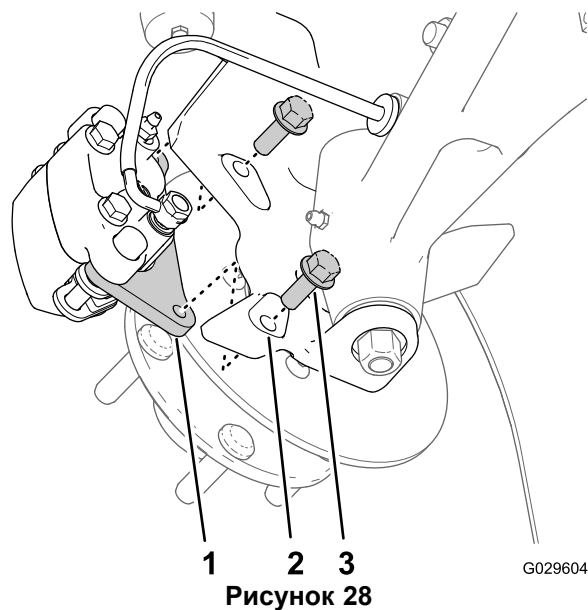
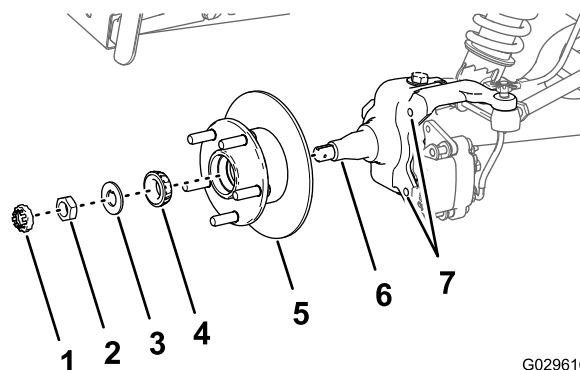

Рисунок 28
Рисунок 32
3. Выверните болты с фланцевыми головками (3/8 x 1 дюйм), которые крепят кронштейн тормоза в сборе к шпинделю, и отделите тормоз от шпинделя (Рисунок 28).
1. Нанесите тонкий слой консистентной смазки указанного типа на шпиндель (Рисунок 32).
2. Установите ступицу и ротор на шпиндель так, чтобы ротор был внутри (Рисунок 32).
3. Установите наружный подшипник на шпиндель и в наружное кольцо (Рисунок 32).
4. Установите стопорную шайбу на шпиндель (Рисунок 32).
5. Наверните гайку шпинделя на шпиндель и затяните гайку, поворачивая ступицу (Рисунок 32).
2. Совместите тормозные колодки с обеих сторон ротора (Рисунок 28) и отверстия в кронштейне суппорта с отверстиями в креплении тормоза на шпиндельной бабке (Рисунок 32).
3. Установите кронштейн суппорта на шпиндельную бабку (Рисунок 28) при помощи 2 болтов с